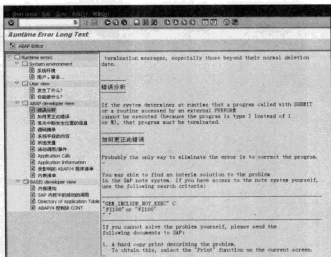

图 13-15 错误信息详细分析
STEP 4 双击某条信息记录,或者选中某条记录后单击“”按钮,可以查看这条报错信息的详细记录及分析,如图 13-15 所示。单击左栏中的“错误分析”选项可以查看具体的报错原因。